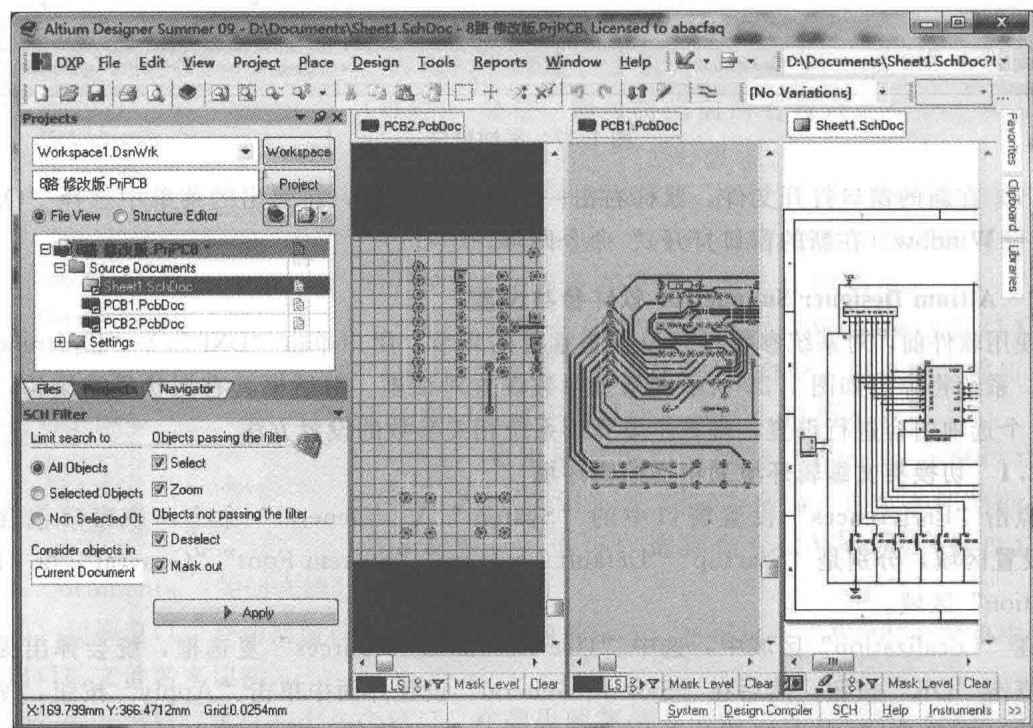

图 1.19 垂直平铺窗口显示
(3) 垂直平铺窗口。执行“Window（窗口）”\“Tile Vertically（垂直排列）”命令，即可将当前所有打开的窗口垂直平铺显示，如图 1.19 所示。
(4) 关闭所有窗口。执行“Window（窗口）”\“Close All（关闭所有文件）”命令，即可关闭当前所有打开的窗口，也可以选择命令“Window（窗口）”\